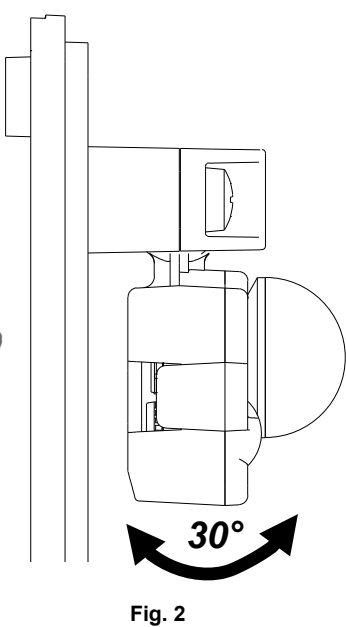

Fig. 2
- 4) Resserrer les vis de serrage « A » pour verrouiller les positions des têtes rotatives (fig. 2).
- 4) Serrare le viti di fissaggio "A" per bloccare le posizioni delle teste rotanti (fig. 2).
- 4) 4) Tighten the clamping screws "A" to lock the positions of the rotating heads (fig. 2).
- 4) 4) Apriete los tornillos de apriete "A" para bloquear las posiciones de los cabezales giratorios (fig. 2).